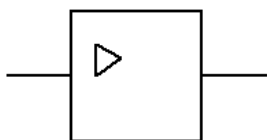

Рис. 1. Повторитель.
6. Повторитель на микросхеме, выполненной по технологии КМОП (рис. 1), переключается из 0 в 1 и обратно при напряжении на входе равном половине напряжения питания. Выходное напряжение логического нуля 0 вольт. Выходное напряжение логической единицы равно напряжению питания.